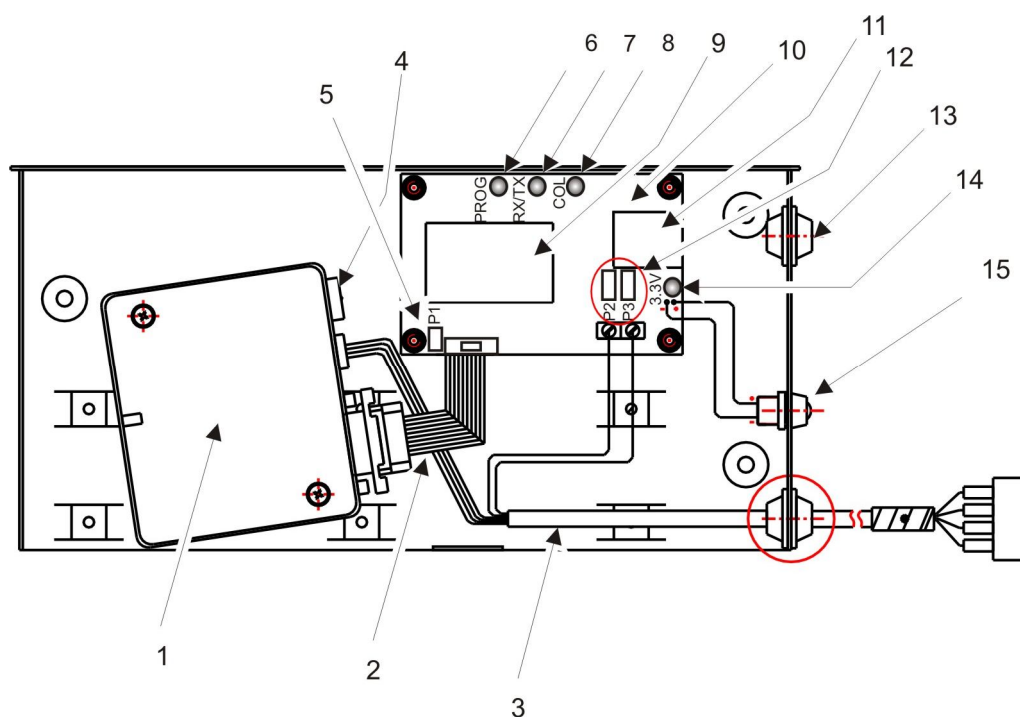

Рисунок 1 – Общий вид БМ.
1.2.3 Внутри корпуса БМ на основании закреплены сотовый терминал Siemens TC35 (MC55) и плата контроллера TCP/IP с модулем TCP/IP (модулем TCP/IP-01) на ней (см. рис. 1).
- Снимите перемычку P1 для включения режима перезаписи сетевых настроек – компонент 5 на рис. 1;